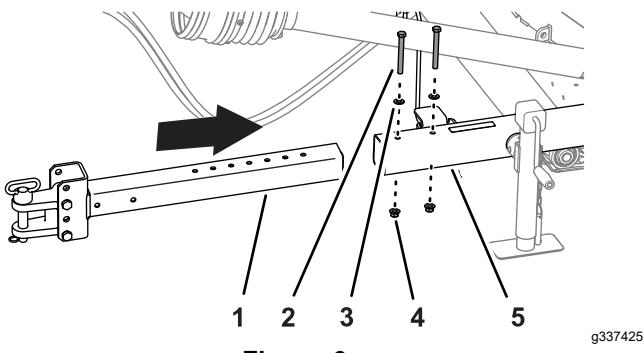

Figura 6
1. Retire las 2 contratuerzas con arandela prensada, los 2 tornillos y las 2 arandelas que sujetan el tubo de enganche al tubo receptor (Figura 6).